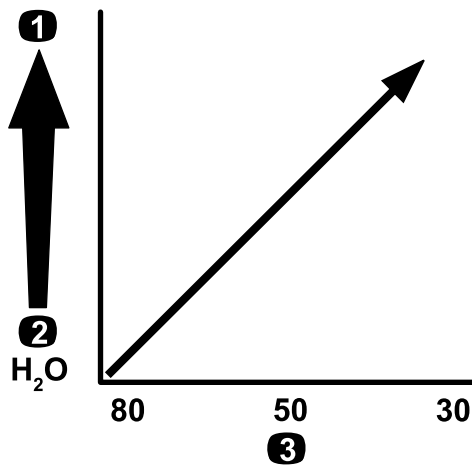

图 24
**重要事项** 当使用更高粘度更稠的化学品或含可湿性粉剂的溶液喷洒时可能需要使用适用于可选吸入式过滤器的更粗网孔请参阅图 24。